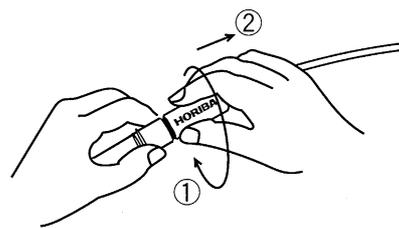

図3 分解方法③
- ① 複合形電極部より保護管およびチップ形イオン電極をはずし、チップ形イオン電極部にゴムキャップを装着してください。
- ② 内部液（外筒部）補充口のゴム栓をはずし、スポイトを使って内部液を抜き取ります。
- ③ 電極キャップを手でひねって電極コネクタ側へ約5~10cm移動させます。(図3)
- ④ 電極キャップを手を持って、机上等の水平場所に垂直に立てた状態で押しつけて、電極内部のボディ1をはずします。
- ⑤ ボディ1のシリコンチューブを下方に移動させ、内部液補充口（内筒部）を露出させます。
- ⑥ ゲル状内部液（#330）をスポイトを用いて注入し、内部液補充口（内筒部）付近まで補充します。